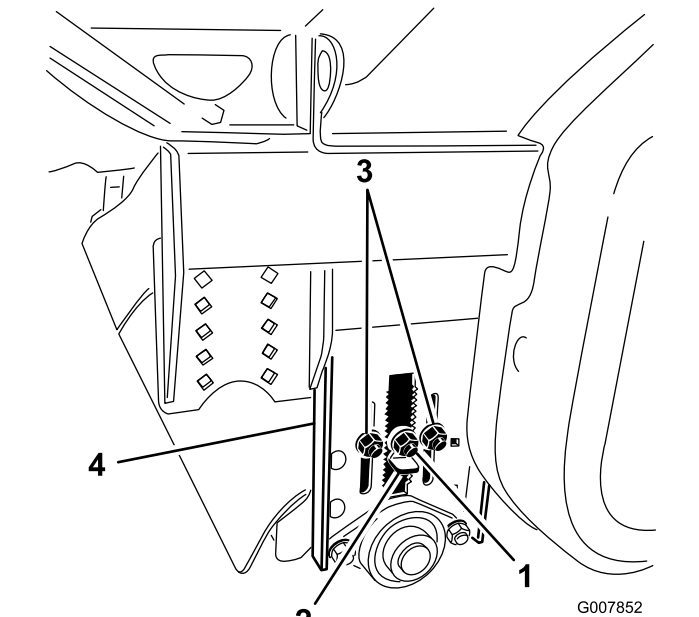

Figura 30
1. Antes de nivelar o processador core, certifique-se de que a altura da escova de recolha e rolo traseiro está corretamente ajustada à altura de corte (**Figura 30**). Se o processador core estiver equipado com uma nova escova, consulte a tabela de ajuste do rolo traseiro para ajustar o rolo traseiro na altura correta de corte de relva.